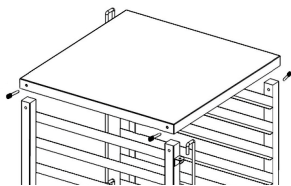

Рис. 2
4. Прикрутить рабочую доску к боковым стенкам тележки, используя для этого прилагаемые винты (**рис. 2**).